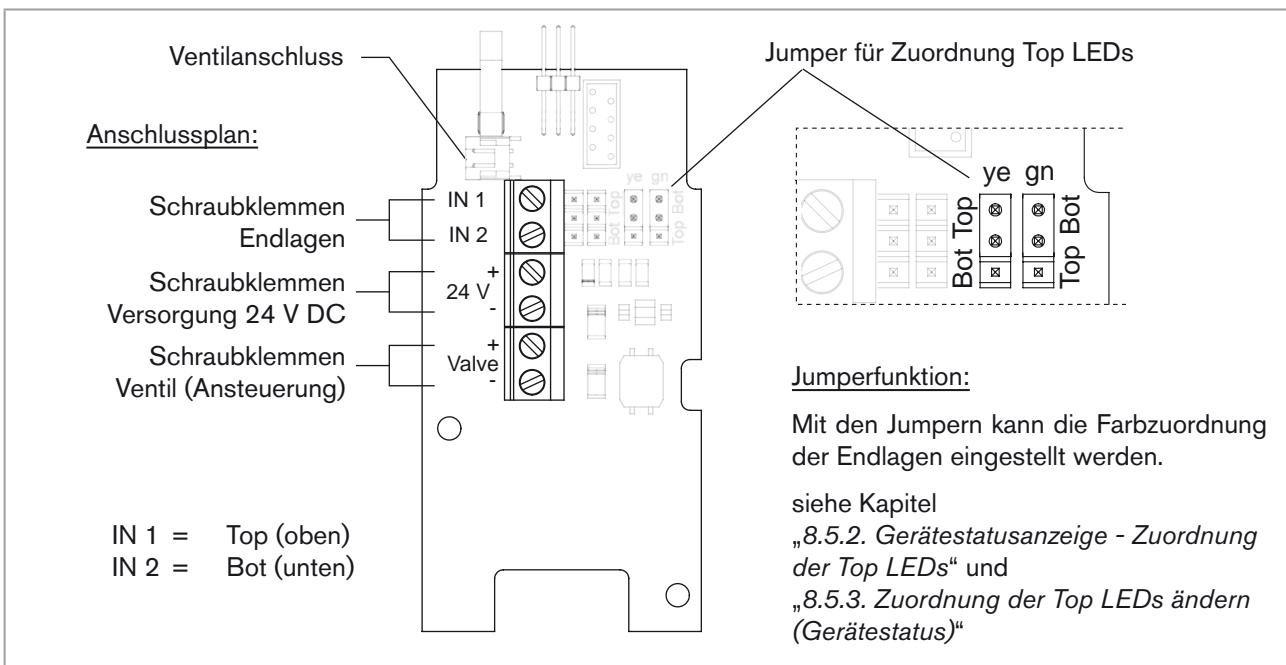

Bild 19: Platine 24 V DC - Kabelverschraubung
- Die Adern anklammern (siehe Anschlussplan in „Bild 19: Platine 24 V DC - Kabelverschraubung“).